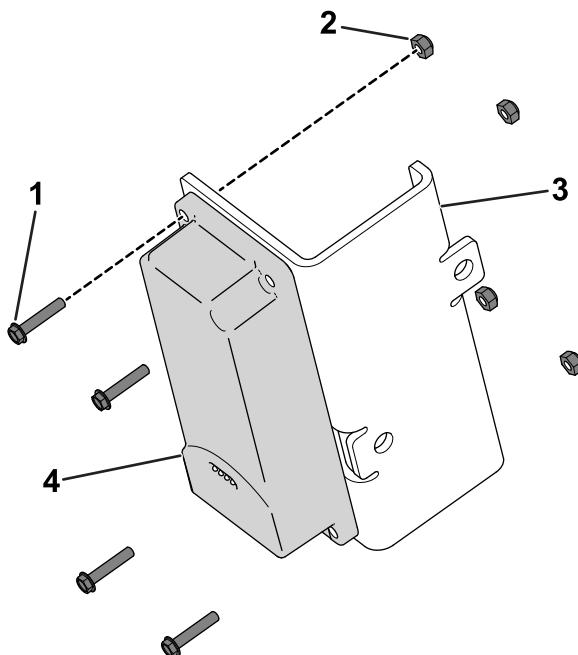

Figura 5
- Utilice 4 pernos de cabeza hexagonal (N.^o 10 × 1") y 4 contratuerca (N.^o 10) para sujetar el dispositivo telemático al soporte del dispositivo (Figura 5).